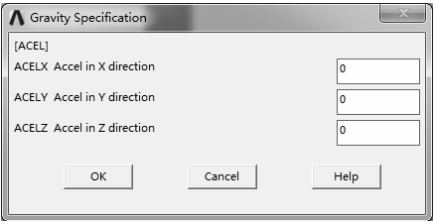

图 10-11 “Gravity Specification” 对话框
(3) 重力加速度—— Gravity 选择 “Main Menu>Solution>FLOTTRAN Set Up>Flow Environment>Gravity” 命令，弹出 “Gravity Specification” 对话框，可设置重力加速度，如图10-11所示。